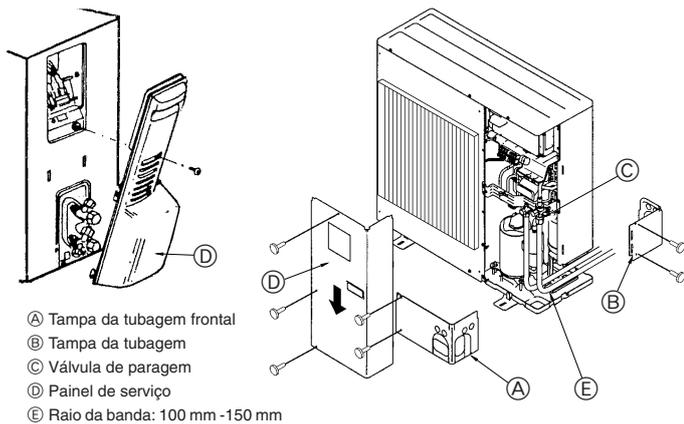

Fig. 4-3
4.3. Tubagem de refrigerante (Fig. 4-3)
- Retire o painel de manutenção (D) (um parafuso).
- Remova o painel de manutenção (D) (três parafusos), a tampa da tubagem frontal (A) (dois parafusos) e a tampa da tubagem traseira (B) (dois parafusos).